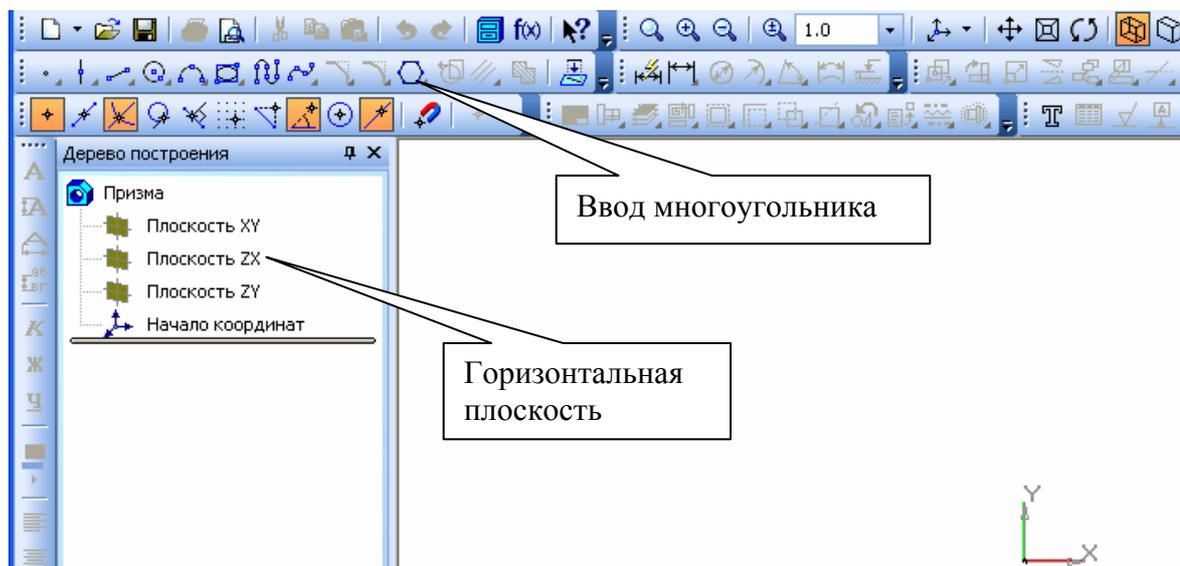

Рисунок 23
4. Нажать кнопку  **Новый эскиз**, Система перейдёт в режим построения и редактирования контура основания. При этом становятся активными все команды, соответствующие работе в режиме 2D. (Рисунок 23.)